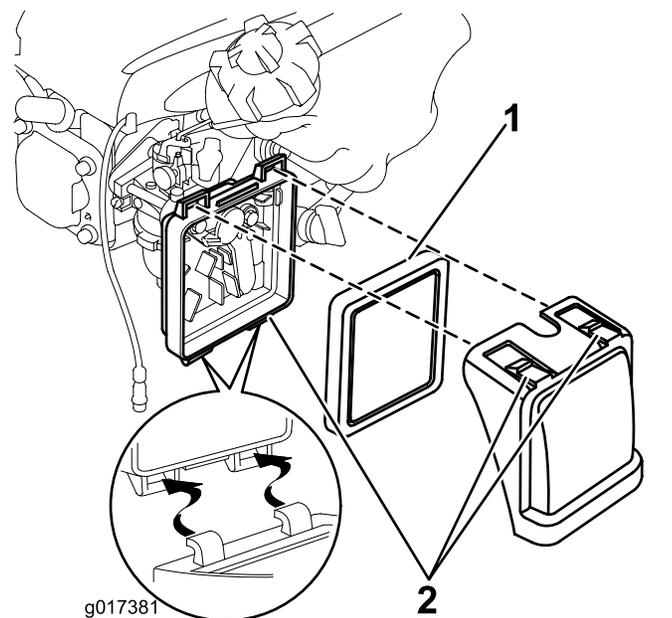

Рисунок 18
2. Откройте крышку (Рисунок 18).
3. Извлеките воздушный фильтр (Рисунок 18).
6. Вставьте воздушный фильтр в корпус воздушного фильтра (Рисунок 18).
7. Установите крышку на место (Рисунок 18).
1. Нажмите на язычки защелок, расположенные наверху крышки воздушного фильтра (Рисунок 18).